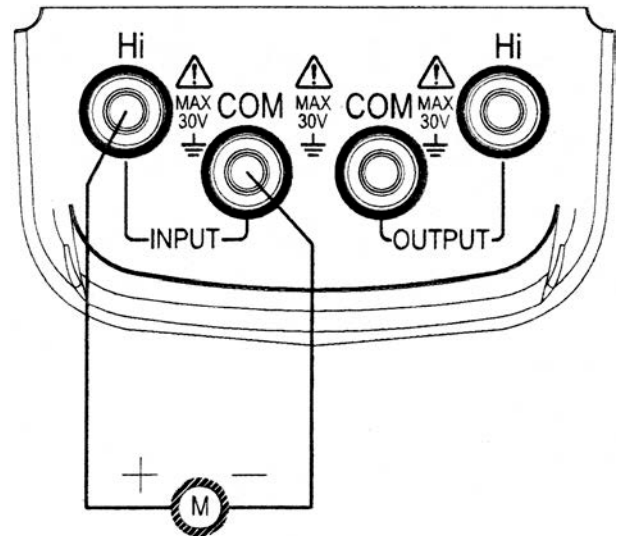

Abbildung 6-1
- 1. Stecken Sie ein Ende der Messleitung in den Eingangsanschluss des Gerätes und verbinden Sie das andere Ende mit dem Eingangsanschluss des Prüflings. Siehe Abbildung 6-1.